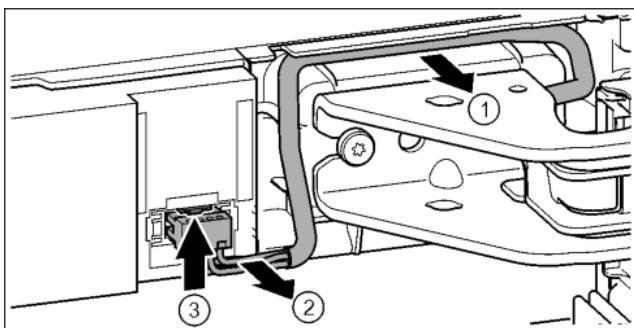

Fig. 23
- Осторожно освободить кабель над опорным кронштейном из направляющей. Fig. 23 (1)
- Аккуратно вытянуть жилы кабеля из канала. Fig. 23 (2)
- Прижать соединительную накладку вверх и осторожно вынуть штекер. Fig. 23 (3)